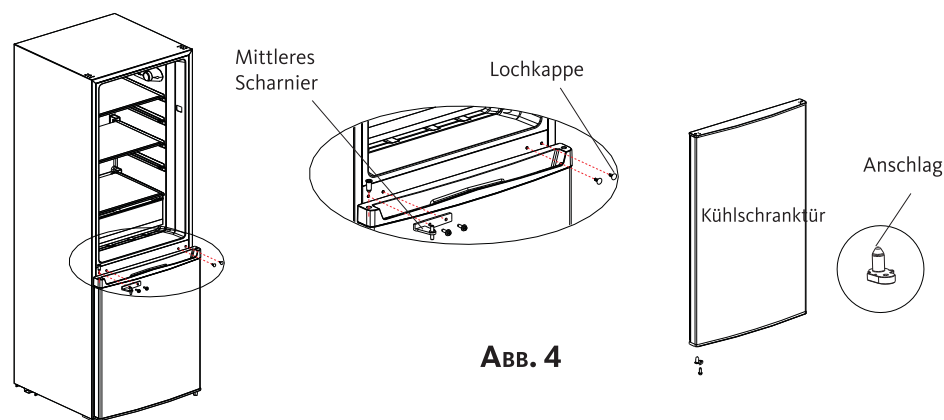

ABB. 4
5. Setzen Sie die Tür des Gefrierabteils wieder ein, wobei Sie diese an das Gerät andrücken. Setzen Sie das mittlere Scharnier und die Lochkappen wieder ein (Abb.4). Achten Sie darauf, dass die Tür richtig auf das Gerät ausgerichtet ist. Demontieren Sie den Anschlag, der sich unter der Tür des Kühlschrankabteils (Abb. 4) befindet, und montieren den Anschlag, der im Zubehörbeutel mitgeliefert wurde, auf der anderen Seite.